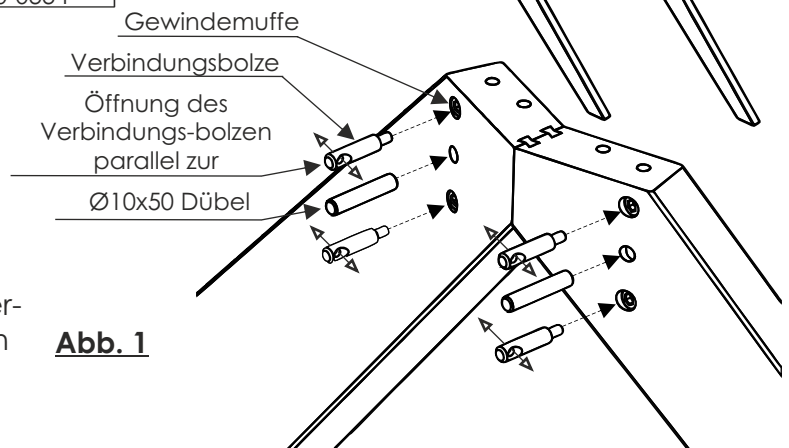

Abb. 1
2. Zeichnen Sie die Position der Kufen an. Hierzu verwenden Sie die mitgelieferte Schablone und halten diese an der vorderen und seitlichen Kante des Unterbodens bündig an. (Abb. 1)
Ist ein Nachstellen notwendig, können Sie die Türen wie in Abb.1 einstellen.
2. Drehen Sie, wie in Abbildung 1 dargestellt, die Bolzen auf der Oberseite der Metallplatte in das M8 Gewinde ein. Legen Sie zwischen Bolzen und Metallplatte je eine Unterlegscheibe und einen Distanzring. (Abb. 1)
2. Drehen Sie in beide Fussgestelle die Verbindungsbolzen ein. Die Bolzen werden in die Gewindemuffen des oberen, mittleren Bereichs des Stollens eingeschraubt. Achten Sie darauf, dass die Öffnung der Bolzen parallel zur Gestell-Oberkante gerichtet ist. Drücken Sie zudem in jedes Gestell zwei Ø10x50mm Dübel ein. (Abb. 1)